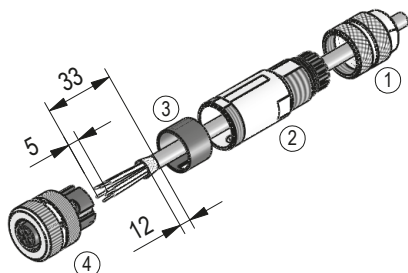

Abb. 13: Gegenstecker M12 T-kodiert gerade
- Zubehör SIKO Art.Nr. "89115" M12 T-kodiert (Buchse 4 pol. Betriebsspannung) (**Abb. 13**).
### Montage (**Abb. 13**)